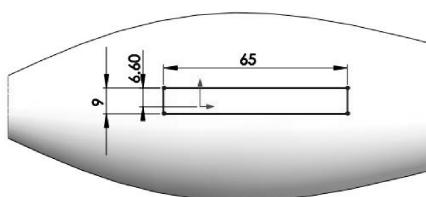

图 4-46 绘制草图 2
- 04 在前视基准面上绘制如图 4-46 所示的草图 2。